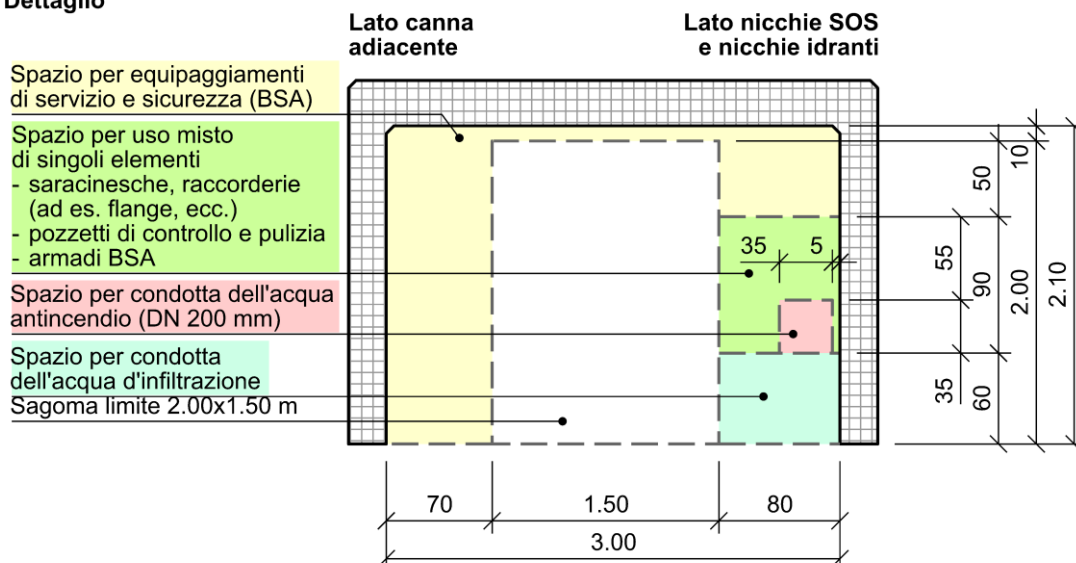

Figura 1: Sagoma limite di spazio libero nel canale tecnico (senza utilizzo come via di fuga)
- Nel canale tecnico sono definite cinque diverse sagome limite in funzione dell'utilizzo (vedi Figura 1):